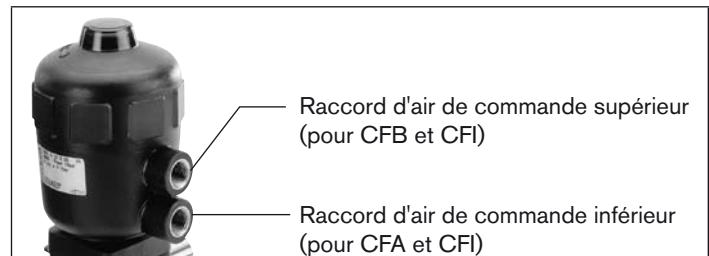

Fig. 5: Raccord d'air de commande
- Appliquez de l'air comprimé sur le raccord d'air de commande (valeur indiquée sur la plaque signalétique) (voir « Fig. 5: Raccord d'air de commande »).